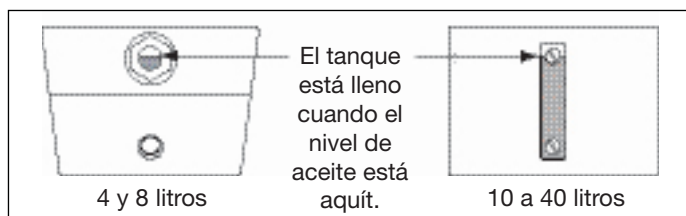

Figura 4, Luz de aviso de nivel
- Llenar el depósito con aceite hidráulico Enerpac nuevo. El depósito está lleno cuando el nivel de aceite está como muestra la figura 4.